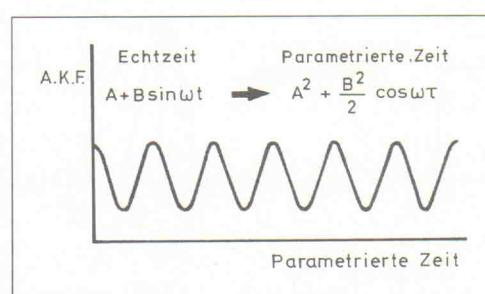

Bild 15.1.
gung mit einer 2-V-Amplitude und einer Frequenz von 750 Hz überlagert ist. Das Signal wird in $2N + 1$ (641) Abtastwerte zerlegt, wobei ein Abtastintervall 25 µS entspricht. Das Ergebnis der Autokorrelation mit diesem Programm ist in Bild 15.1 dargestellt.